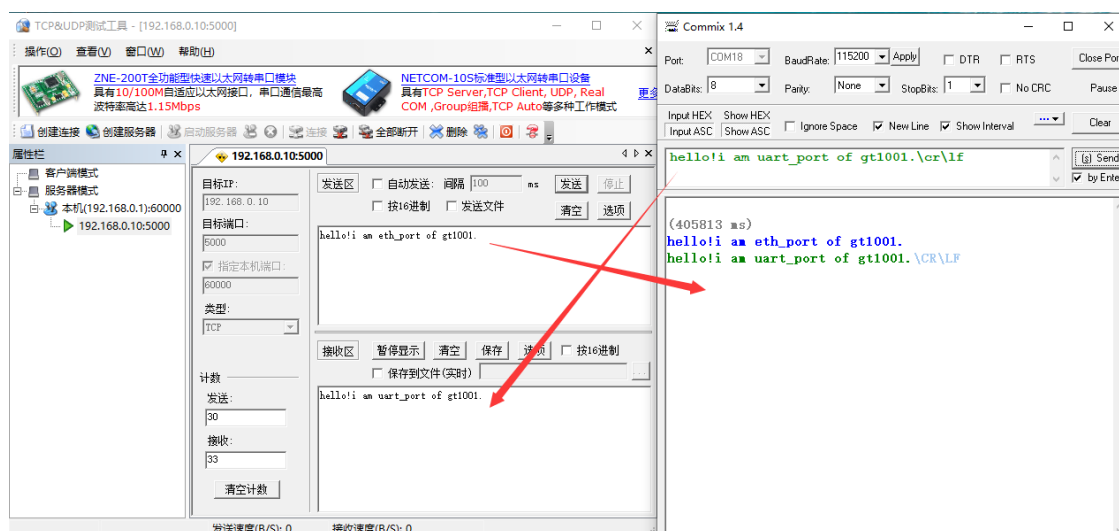

图 17-8 串口到网络数据传输界面
(6) 串口到网络数据流向传输测试：电脑 BB 串口->GT1301 串口->GT1301 以太网口->电脑 AA 网络。在电脑 BB 发送区输入数据，然后点击发送，可在电脑 BB 上接收到相应的数据，如图 17-8 所示。